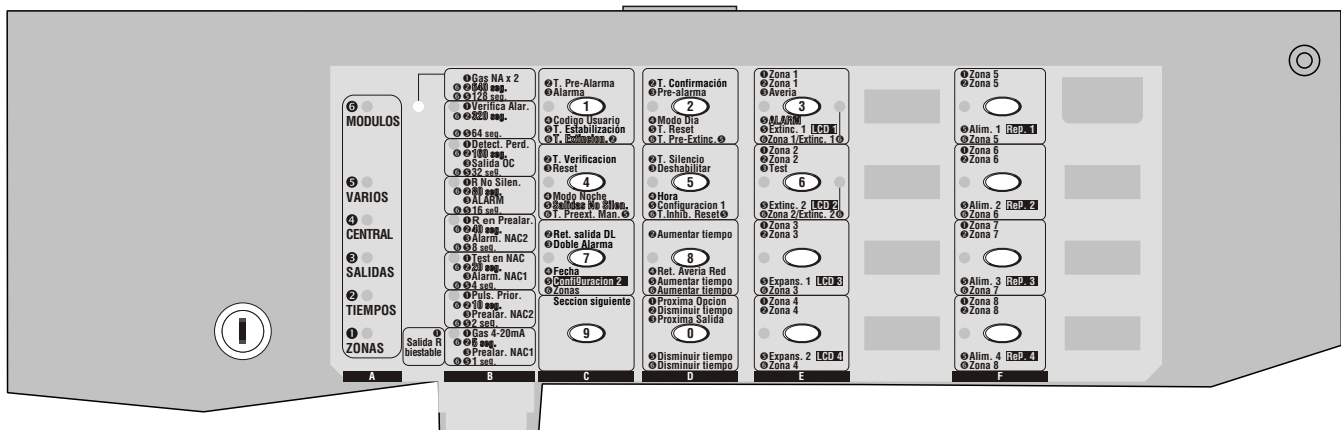

Figura 29 Usando la plantilla de Programación con la Central CFD4800
4. Quite los agujeros (de los LEDs) e inserte las pestañas de la Plantilla de Programación en las ventanas de las etiquetas de Zona, como se muestra en la Figura 29.